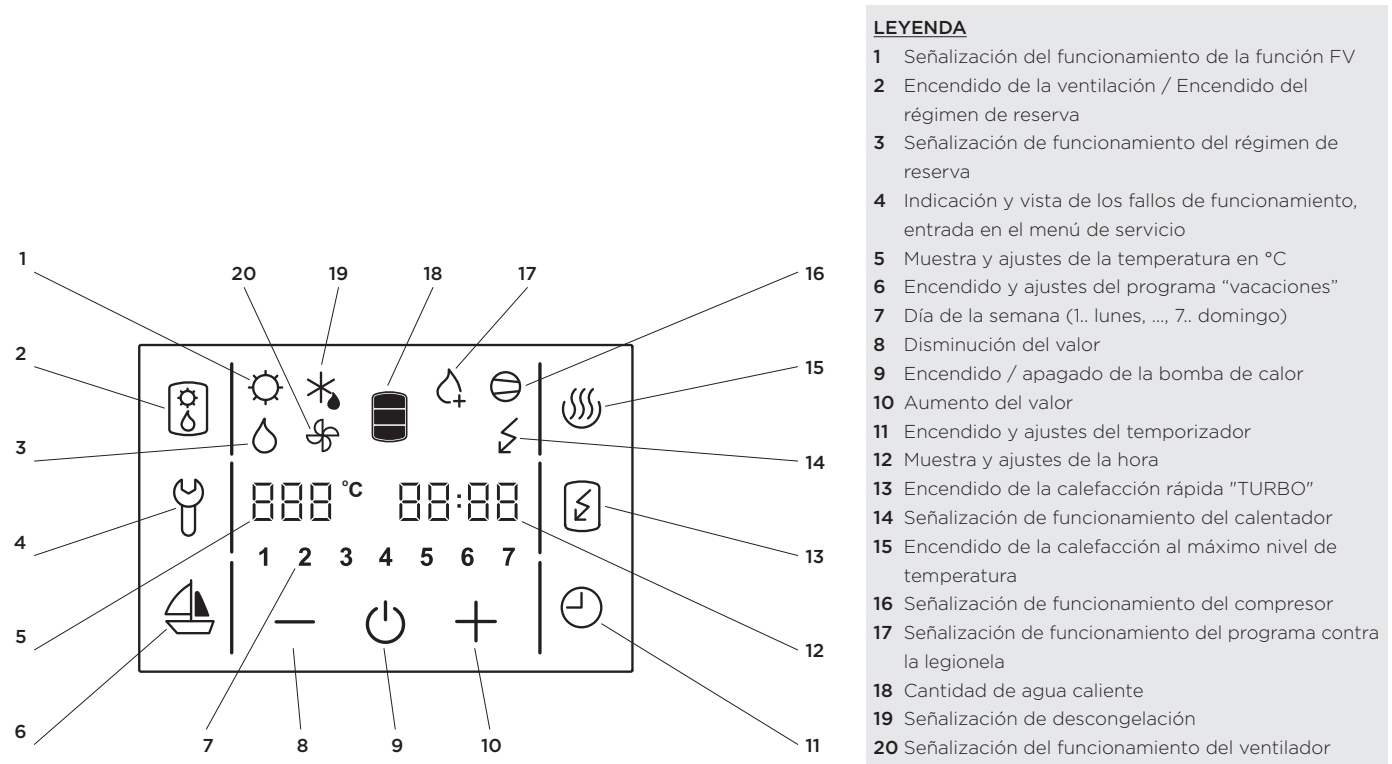

Fig. 10: Pantalla de gestión
- Manteniendo pulsado el campo **4** en el visor de la **Fig. 10**, se activa la función “régimen de servicio”.